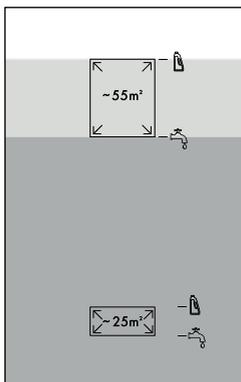

Rys. 7
- ◆ Odwróć zbiornik czystej wody **11** i odkręć pokrywę (patrz rys. 7).